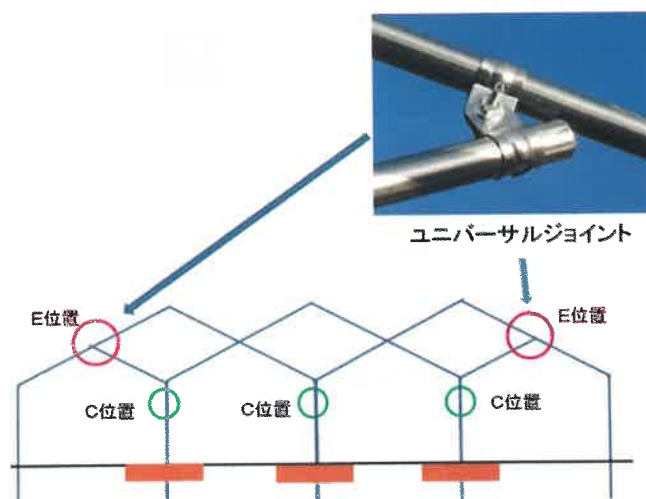

図30 サブアーチパイプの固定
- サブアーチパイプは、ユニバーサルジョイントを使って、メインアーチパイプのE位置に固定します（図30）。